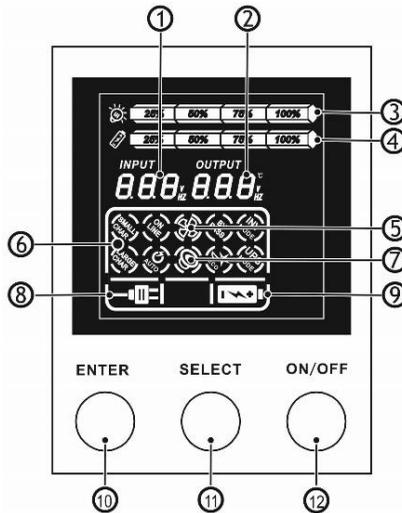

Рисунок 1 – Общий вид индикаторов дисплея.
**Изделие выполнено** в металлическом корпусе с пластиковой передней панелью, на которой расположены: кнопка включения/выключения, кнопка выбора, кнопка подтверждения выбора и ЖК—дисплей (см. рисунок 1).